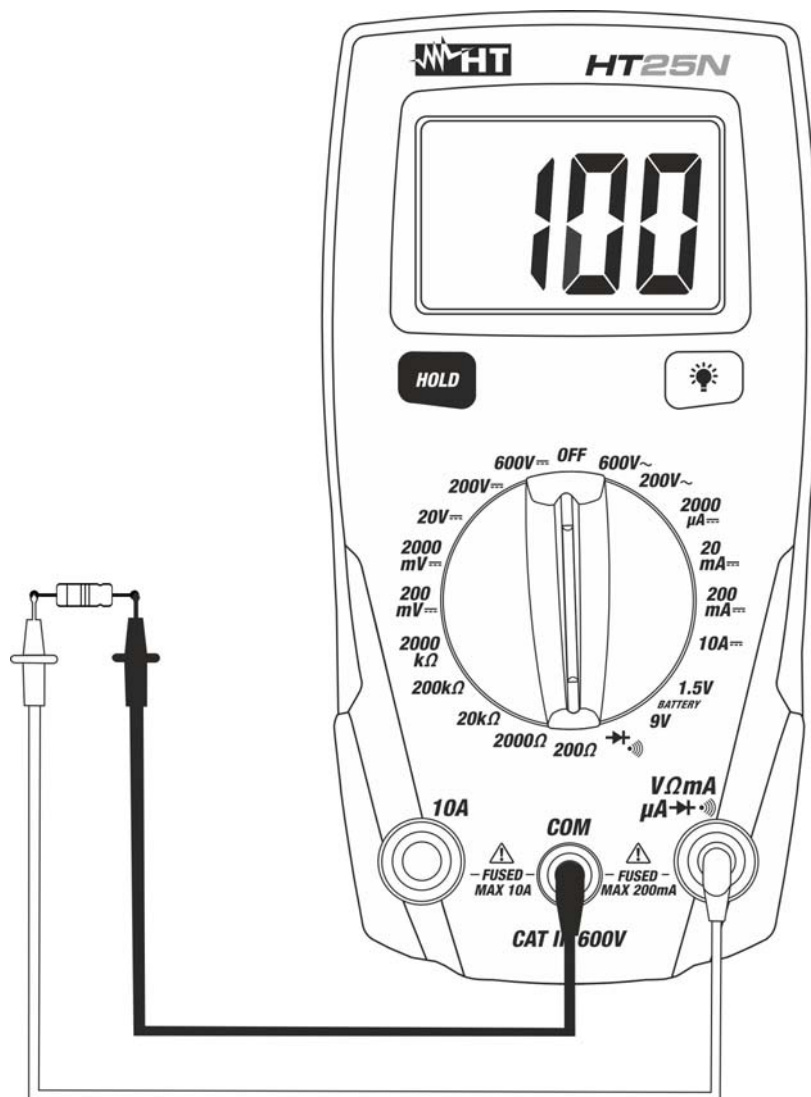

Fig. 5 : Utilisation de l'instrument pour mesure de résistance
3. Positionner les embouts sur les points désirés du circuit sous test (voir la Fig. 5). La valeur de résistance apparaît à l'écran